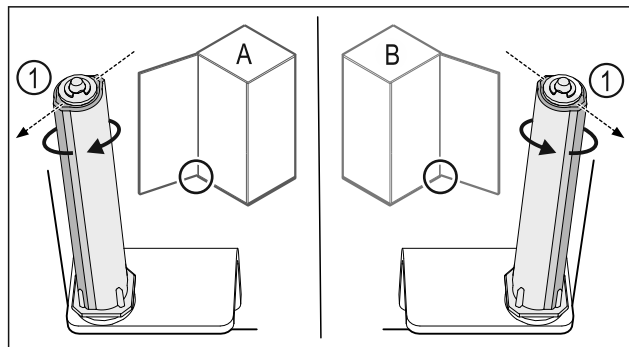

Fig. 23 Левое навешивание (A) / правое навешивание (B)
- ▶ Поворачивайте систему закрытия, преодолевая сопротивление до тех пор, пока ее ребро Fig. 23 (1) не будет направлено наружу.